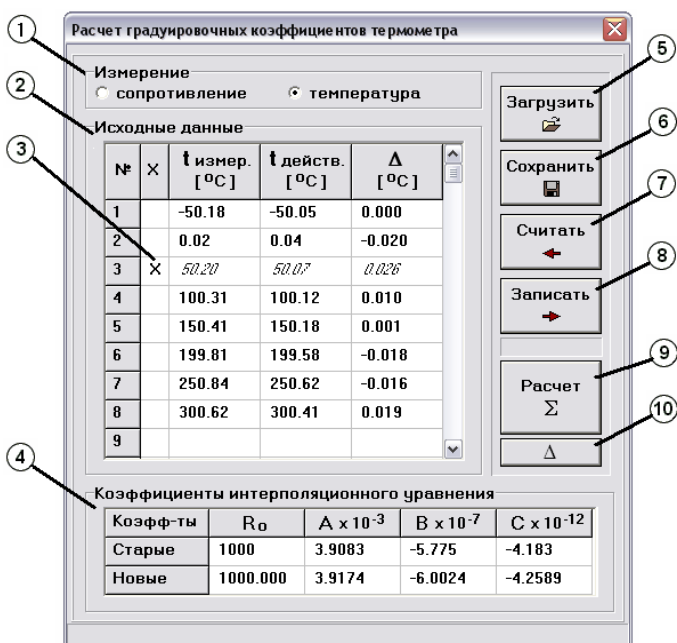

Рисунок 1
1.2 После запуска программы щелкнуть по кнопке «Настройка» в главном меню. Затем в раскрывшейся панели щелкнуть по кнопке «Градуировка» — появится диалоговое окно «Расчет градуировочных коэффициентов термометра» (рисунок 1).
1.4 Установить переключатель 1 (рисунок 1) в положение «температура».
1.7 Левым щелчком по кнопке 9 запустить процедуру вычисления градуировочных коэффициентов. Пересчитанные значения градуировочных коэффициентов появятся в строке «Новые» таблицы 4 (рисунок 1).
1.8 Щелчком по кнопке 10 запустить процедуру оценки погрешности аппроксимации (Δ). Значения, выведенные в последний столбец таблицы 2 (рисунок 1), представляют собой разность значений температур $t_{\text{расч.}}$ и $t_{\text{действ.}}$, где $t_{\text{расч.}}$ — температура, вычисленная с использованием градуировочных коэффициентов из строки «Новые» таблицы 4.
2.2 Внести верные значения коэффициентов в строку «Новые» таблицы 4 (рисунок 1).